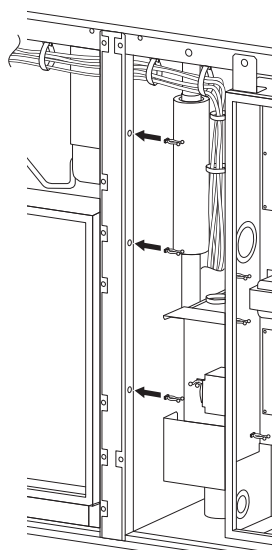

図 8
- ③ GHP 電装ボックスとチラー電装ボックスの間の縦のフレームに開いている穴 (3 ヲ所) に 8 の字固定具 (付属品) を取り付けてください。(図 8)